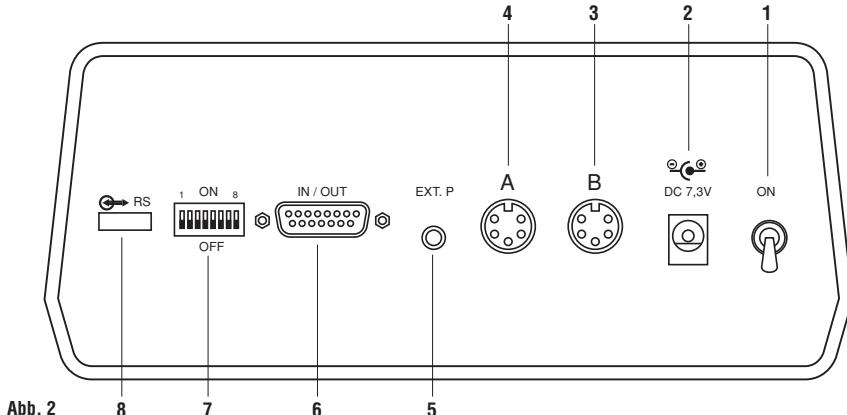

Abb. 2
- Netzadapter am Eingangsstecker (**2**, Abb. 2) anschließen, und dieser am Netz 230V (oder 115V für USA) anschließen.
- Messtaster am zweckmäßigen Anschluss (**3** und **4**, Abb. 2) anschließen.
- Messgerät über den Ein-/Ausschalter (**1**, Abb. 2) einschalten.